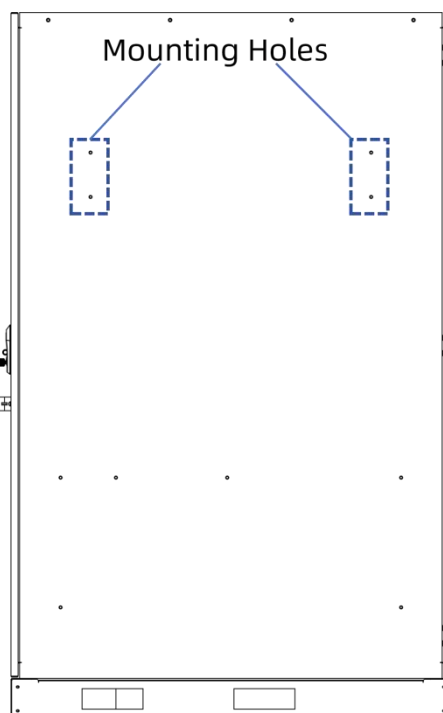

Figura 6-2 Orificios de montaje del inversor
En el panel lateral derecho del armario, como se muestra en la Figura 6-2, hay cuatro orificios para montar el inversor.
Paso 1: Alinee el soporte del inversor con los orificios del armario como se muestra en la Figura 6-2 y asegure el soporte al armario con pernos M10.